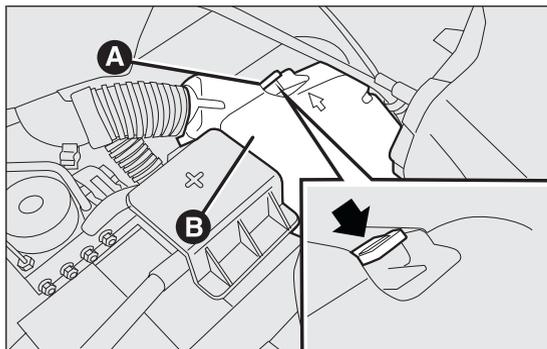

fig. 164
- agire sull'aletta A fig. 164 e rimuovere il coperchio B di protezione della scatola fusibili;
- spostare il coperchio verso il proiettore, ruotandolo in senso antiorario (come indicato dalla freccia) e successivamente rimuoverlo fig. 164;